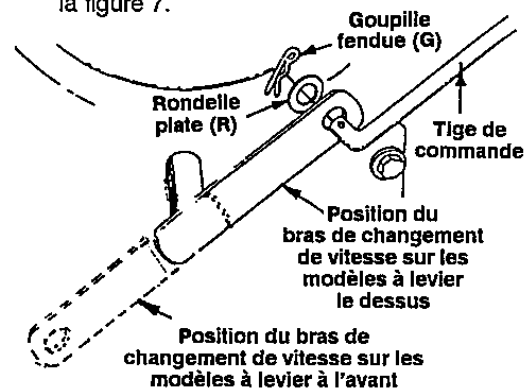

FIGURE 7
térieur du châssis de la souffleuse. Maintenez en place avec une rondelle plate (R) et une goupille fendue (G) (la rondelle et la goupille fendue doivent se trouver du côté moteur du support). Voir la figure 7.
2. Vissez la virole (J) de l'autre côté de la tige de commande. Placez le levier de vitesses à la vitesse la plus rapide. Placez la tige du levier de vitesses comme à la Figure 7, le plus loin possible, pour enclencher la transmission à la vitesse avant la plus rapide. Vissez ou dévis-